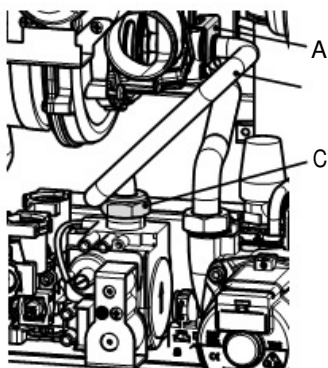

Figura 8.1
- Quite la horquilla **A**, desenrosque la tuerca loca **C** y extraiga el tubo del gas **B** (Figura 8.1).
Atención: para el reensamblaje realice las operaciones efectuadas en orden inverso, asegurándose de no estropear la junta tórica del gas al introducir el tubo en el aerotech, y realice la prueba de estanqueidad del gas tras haber apretado la tuerca loca del tubo de gas (Figura 8.1).